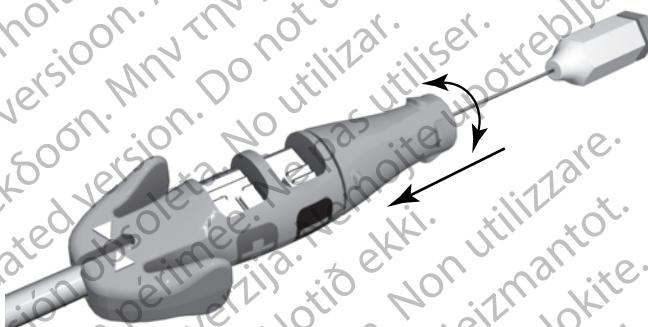

Figura 5. Manopola di fissaggio dello strumento connettore inserita
1. Afferrare lo strumento connettore e la parte preformata terminale. Per innestare la manopola di fissaggio sul pin terminale, spingere la manopola di fissaggio verso il corpo dello strumento connettore per annullare la distanza. Ruotare la manopola di fissaggio in senso orario per estendere la vite o in senso antiorario per retrarla. Osservare l'estensione e la retrazione della vite (Figura 5 Manopola di fissaggio dello strumento connettore inserita a pagina 20).